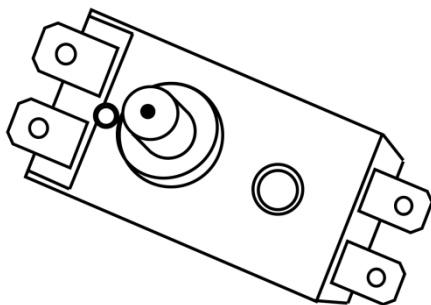

Рисунок 6**
- нажать до щелчка кнопку, расположенную по центру термовыключателя (рисунок 6), или на термостате;